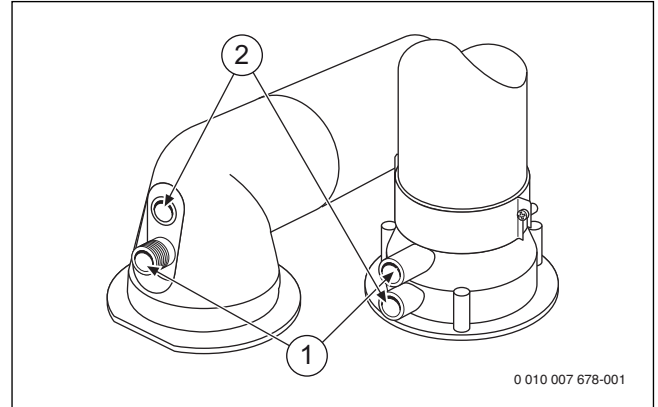

Fig. 46 Pieza de conexión para la medición de los gases de escape y pieza de conexión para la medición del aire de combustión
- ▶ Retirar el tapón en la pieza de conexión para la medición de los gases de escape (→ fig. 46).